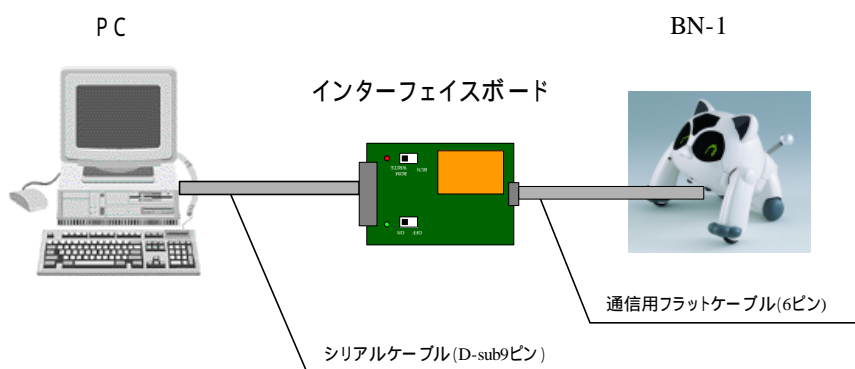

図 2.17 BN-1 と PC の接続
インターフェースボードに接続されているフラットケーブル（6 ピン）の一方の端を「BN-1 本体の下面」に接続します。（図 2.17）
- (1) インターフェイスボードが(図 2.17)のように正しく接続されているか確認してください。
- (2) インターフェイスボードの切替スイッチを「ROM WRITE」にセットします。
- (3) インターフェイスボードの電源スイッチを ON にします。
- ( 1 ) インターフェイスボードが ( 図 2.17 ) のように正しく接続されているか確認してください。